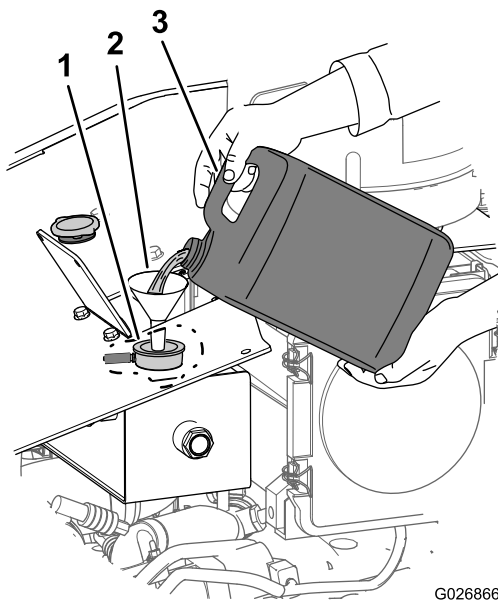

Bild 110
2. Füllen Sie die Kühlanlage mit der angegebenen Kühlmittelmischung (Bild 110), bis der Stand in der Mitte des Schauglases liegt (Bild 103).